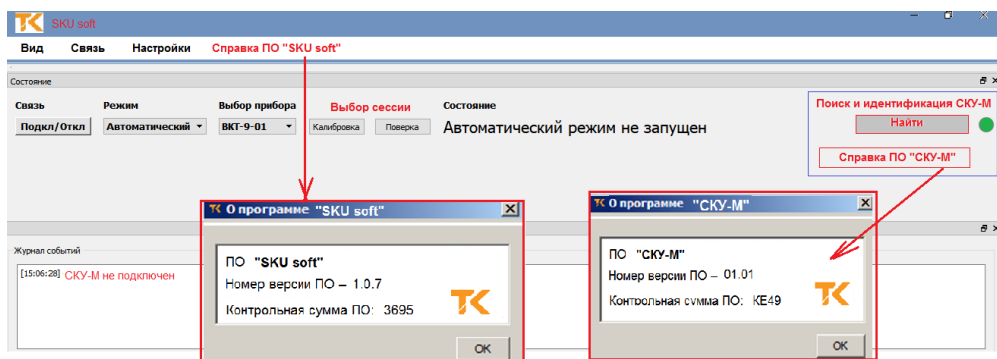

Рис.1 Идентификация ПО «СКУ-М» и ПО «SKU soft»
2.3 Убедиться в актуальности встроенного ПО «СКУ-М» → «Справка» (рис. 1).